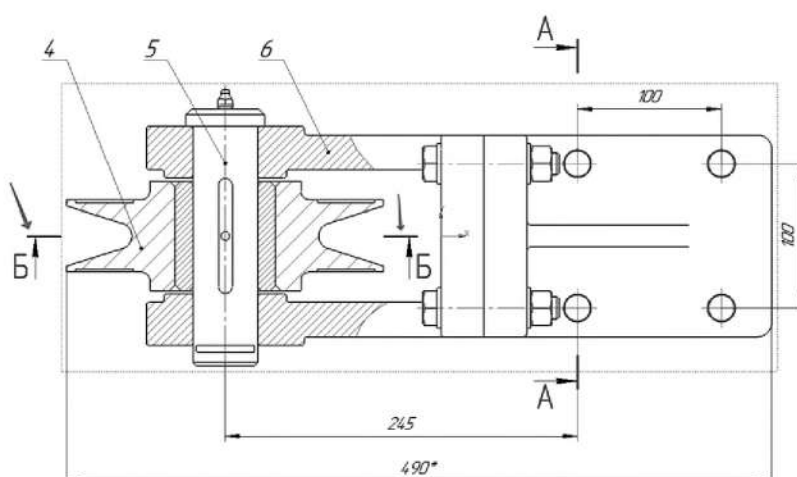

Рисунок 4.36. Построение разреза *Б-Б*
2.5.2 Постройте линию разреза *Б-Б*. Система перейдет в режим построения разреза (рисунок 4.36).